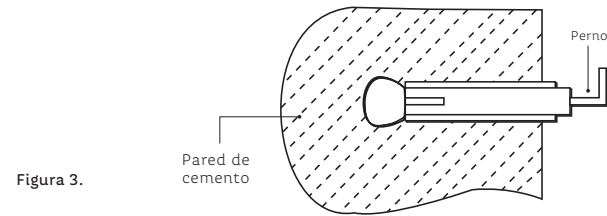

Figura 3.
- El posicionamiento de montaje debe tener una correcta fijación, debe de estar seguro antes de colocar la Terma (Figura 3).